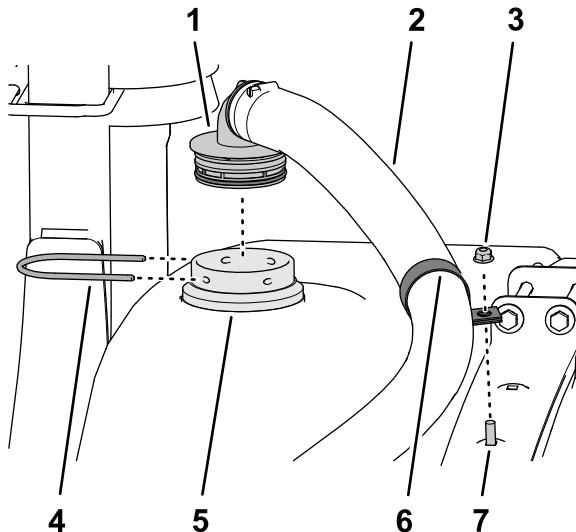

Рисунок 29
4. Установите R-образный хомут на шланг эдуктора в сборе (Рисунок 29).
5. Вставьте прямоугольный штуцер типа «елочка» шланга эдуктора в сборе в переходной штуцер и прикрепите штуцер типа «елочка» к переходному штуцеру с помощью фиксатора (Рисунок 29).
6. Закрепите, не затягивая, R-образный хомут каретным болтом и (Рисунок 29) фланцевой контргайкой (5/16 дюйма).
- Примечание:** Если необходимо, отрегулируйте положение R-образного хомута относительно шланга эдуктора (Рисунок 29).